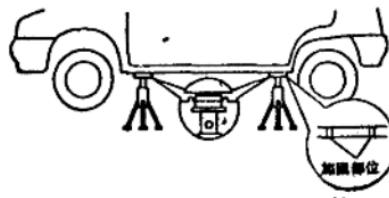

图 2-1
(1) 汽车的举升点及安全支撑点，见图 2-1。安全支撑点也是双柱式汽车举升器支撑点。